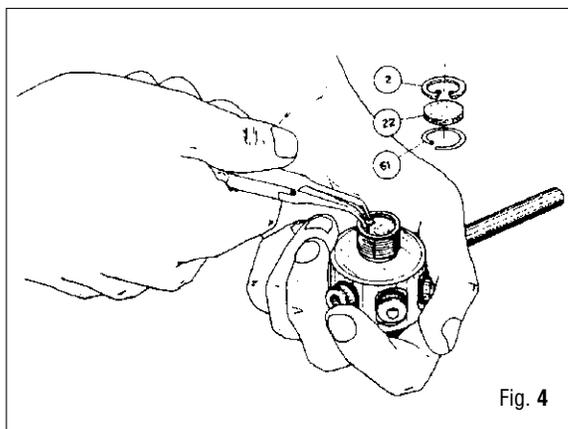

Fig. 4
- A. Con la llave de Allen (B-8) de 6 mm, destornillar la inserción de la conexión DIN (51) y quitarle los OR (23) y (50).
- B. Extraer la virola de bloqueo (49).
- C. Con la llave (B-16), destornillar el racor de la conexión DIN (48) y quitar el OR (23).
8. Usando las pinzas para anillos elásticos (B-14), extraer el seeger (2), el filtro sinterizado plano (22) y el muelle prensafiltro (61) del cuerpo de la Primera etapa. (ver Fig. 4)
9. En el cuerpo de la Primera Etapa, destornillar los tapones de alta (53) y baja (20) presión, quitando de estos los respectivos O Rings (52) y (19).